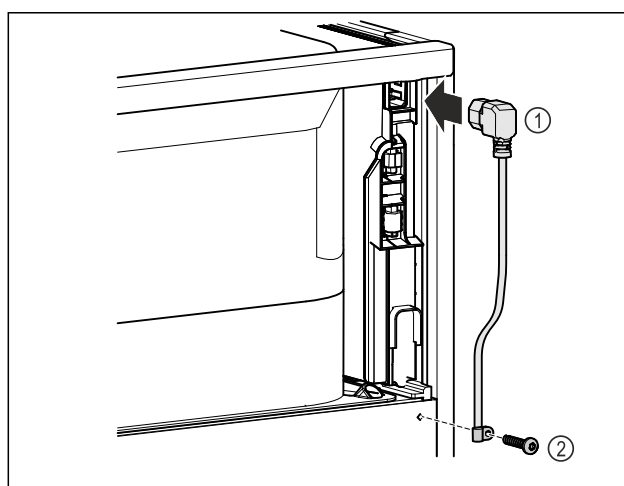

Fig. 9
- ▶ Introduceți mufa pentru puteri mici de la conductorul de racord la rețea Fig. 9 (1) pe partea posterioară a aparatului.
- ▶ Montați siguranța antisulgere. Fig. 9 (2)